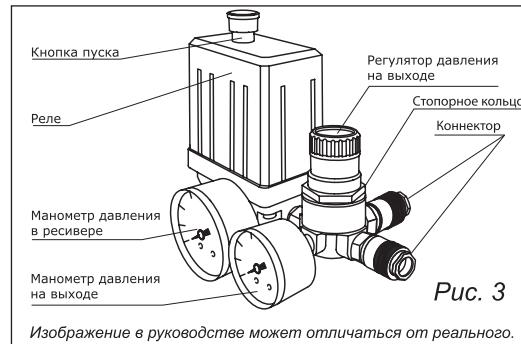

Рис. 3
6. Переведите выключатель на регуляторе давления в положение включено (рис. 3).
Компрессор оборудован встроенным регулятором давления, для регулировки давления необходимо ослабить стопорное кольцо (рис. 3), путем вращения рукоятки редуктура установить необходимое давление. Поворот против часовой стрелки – давление уменьшается, поворот по часовой стрелке – давление повышается.